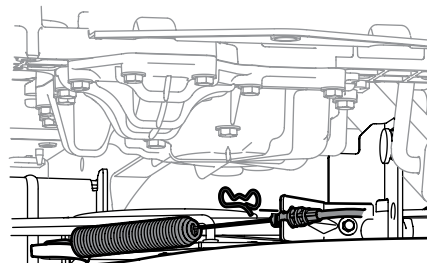

Figura 4-2
7. Remova o grampo que prende o cabo do PTO ao suporte no deck, deslize o cabo do PTO para fora do suporte e destrave a mola do suporte da polia louca. Consulte Figura 4-2.